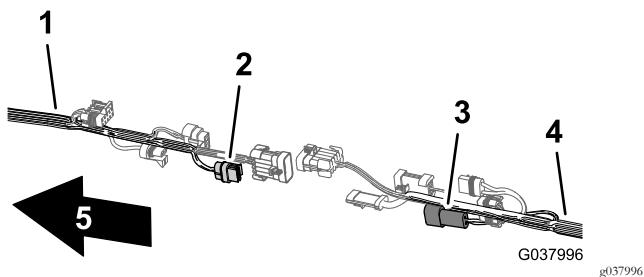

图109
- 把用于冲洗泵的前线束 2 针接头连接至用于冲洗泵的后线束 2 插槽接头 图 109。